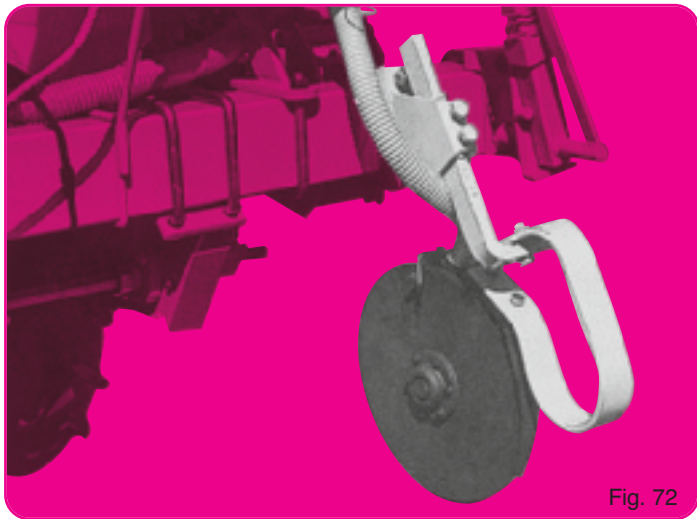

Fig. 72
**ATTENTION :** à 80 cm et moins les doubles disques (fig. 72) ne sont pas compatibles avec l'attelage normal semi-automatique standard. Prévoir l'attelage semi-automatique avec axe et taquet courts ou l'attelage manuel à brochés.
**ATTENTION :** With row spacing of less than 80 cm (32") the double disc openers (fig. 72) are not compatible with the standard semi-automatic hitch.
**ATENCIÓN :** A 80 centímetros y a menos de distancia de los dobles discos (fig. 72) no hay posibilidad de fijación con el enganche normal semi-automático.